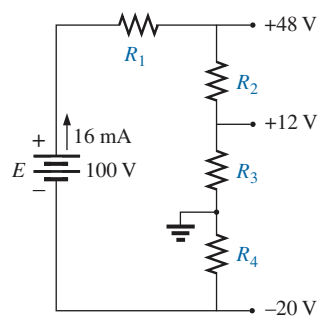

FIG. A4.122
39. Determine los valores de R_1, R_2, R_3 , y R_4 para el divisor de voltaje de la figura A4.122 si la corriente de la fuente es de 16 mA.